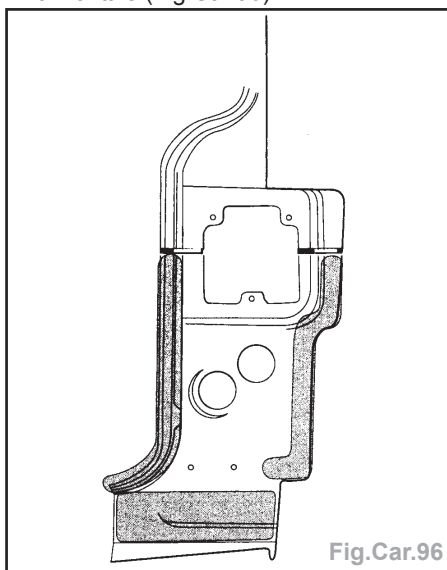

Fig. Car.96
- Dégraffer l'accostage d'origine dans la zone inférieure à l'aide d'une fraiseuse de points de soudure ou d'une ponceuse horizontale (Fig. Car.96).